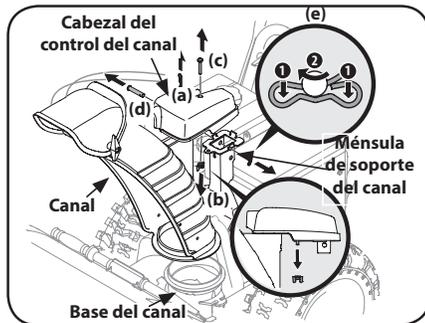

Figura 2-36
1. Retire el pasador de chaveta (a), la tuerca de mariposa (b) y el tornillo hexagonal (c) del cabezal de control del canal. Extraiga el pasador de horquilla (d) y el pasador de chaveta con unión curva (e) de la ménsula de soporte del canal. Consulte Figura 2-36.